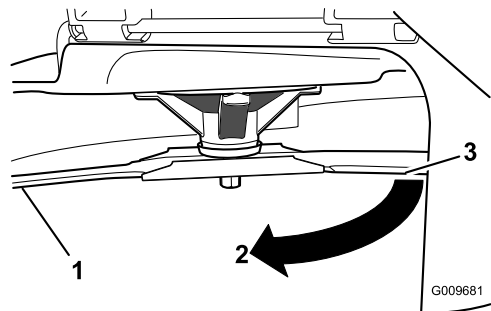

**Figura 47**
2. Llevando guantes fuertemente acolchados u otro tipo de protección apropiada para las manos, gire la cuchilla a medir lentamente hasta una posición que permita medir eficazmente la distancia entre el filo de corte y la superficie nivelada en la que descansa la máquina (Figura 47).